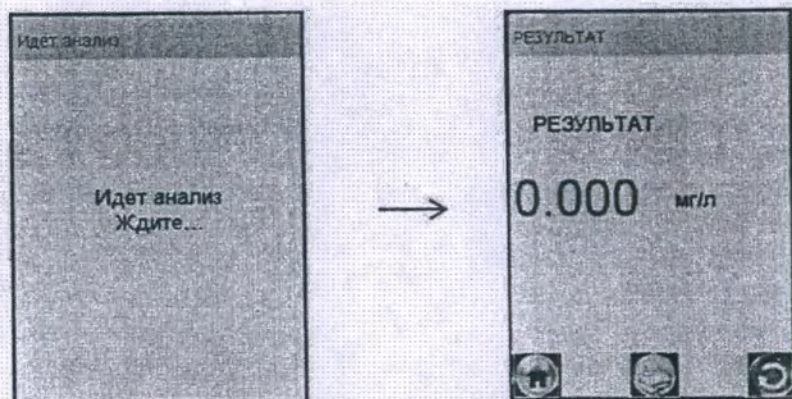

Рисунок 18 – Предъявление результата измерения
2.8.16 После отбора пробы воздуха производится измерение массовой концентрации паров этанола в отобранной пробе, при этом на экране отображается сообщение «Идет анализ Ждите...» (рисунок 18, слева).
После того как анализ пробы произведен, на экране предьявляется результат измерения массовой концентрации паров этанола (алкоголя) в отобранной пробе выдыхаемого воздуха (рисунок 18, справа).